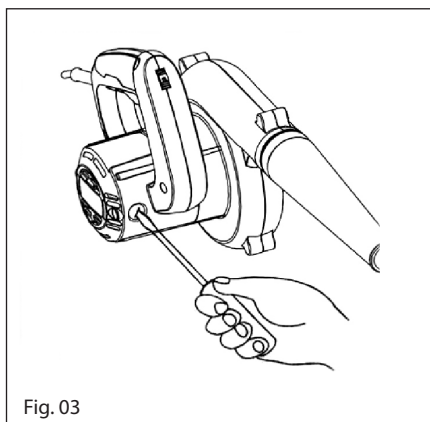

Fig. 03
**Como substituir as escovas de carbono (fig.03).**
**01** - Com uma chave de fenda remova a tampa de suporte (ver fig.03).